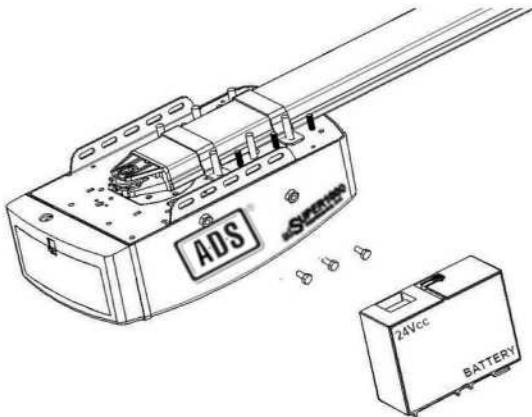

Fig.16
1.Ensamble la Batería de Respaldo y el Soporte de la Batería como en la imagen, fije con los Tornillos suministrados. (Fig.16)